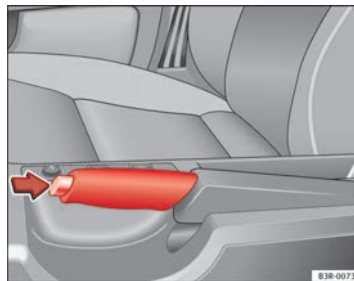

Abb. 142 Ansicht der Mittelkonsole: Handbremse angezogen
- Ziehen Sie den Handbremshebel etwas hoch *und* drücken Sie gleichzeitig den Sperrknopf ⇒ **Abb. 142** (Pfeil).